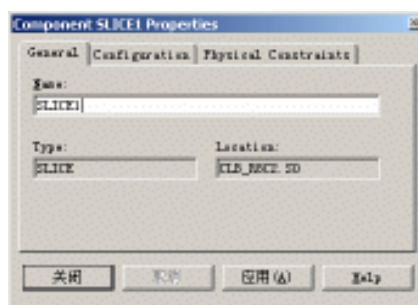

图6-38 组件属性对话框
- 单击右边按钮栏中的 **add** 按钮，打开组件属性对话框，如图 6-38 所示。在这个对话框中包括【General】、【Configuration】和【Physical Constraints】等 3 个选项卡，在【General】选项卡中可以改变组件的名称，在【Physical Constraints】选项卡中可以对当前的组件进行物理位置约束，这些选项卡的具体设置可参考相关帮助。本例在组件【Name】栏中输入“SLICE1”。